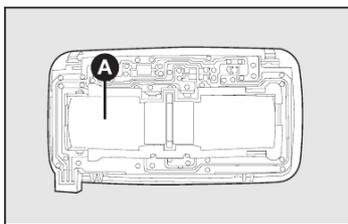

fig. 37
- 3) Puxar para cima a tampa **A-fig. 37** interna, para acesso às lâmpadas;